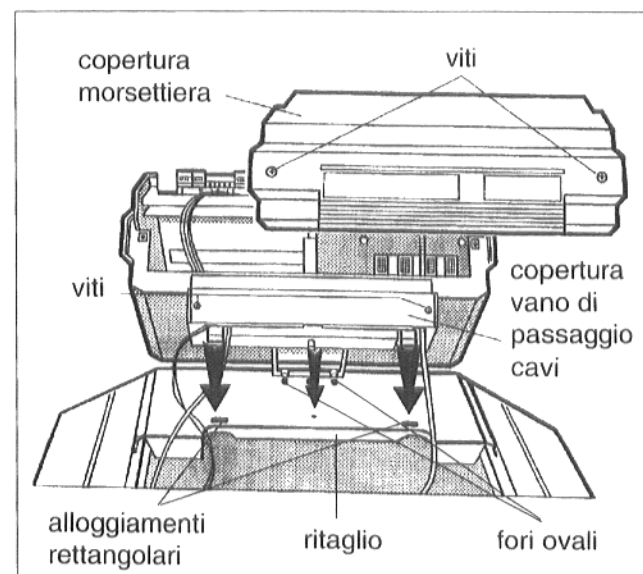

Fig. 16
- Posizionare l'apparecchio di regolazione in modo da poter introdurre i ganci nei fori ovali sul fondo dell'apparecchio di regolazione (Fig. 16).
Disporre i capillari delle sonde termiche e, con regolazione "Ecomatic", il cavo della sonda termica dell'acqua di caldaia nel ritaglio del coperchio anteriore della caldaia (Fig. 16).
- Tirare in avanti l'apparecchio di regolazione premendo leggermente con una mano contro il coperchio caldaia anteriore e premendo verso il basso l'apparecchio di regolazione finché i due ganci elastici non fanno presa negli alloggiamenti rettangolari (Fig. 16).
Riavvitare la mascherina del vano cavi all'apparecchio di regolazione (Fig. 16).